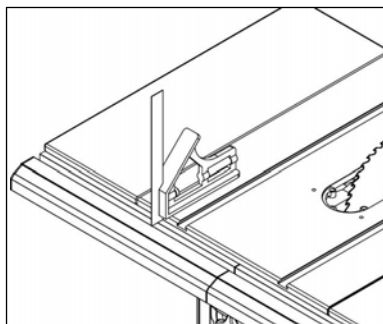

Рисунок 19.
- При помощи слесарного уголка определите параллельность правой и левой направляющих (рис. 19). При помощи комбинированного уголка проверьте параллельность обеих передних направляющих стола.